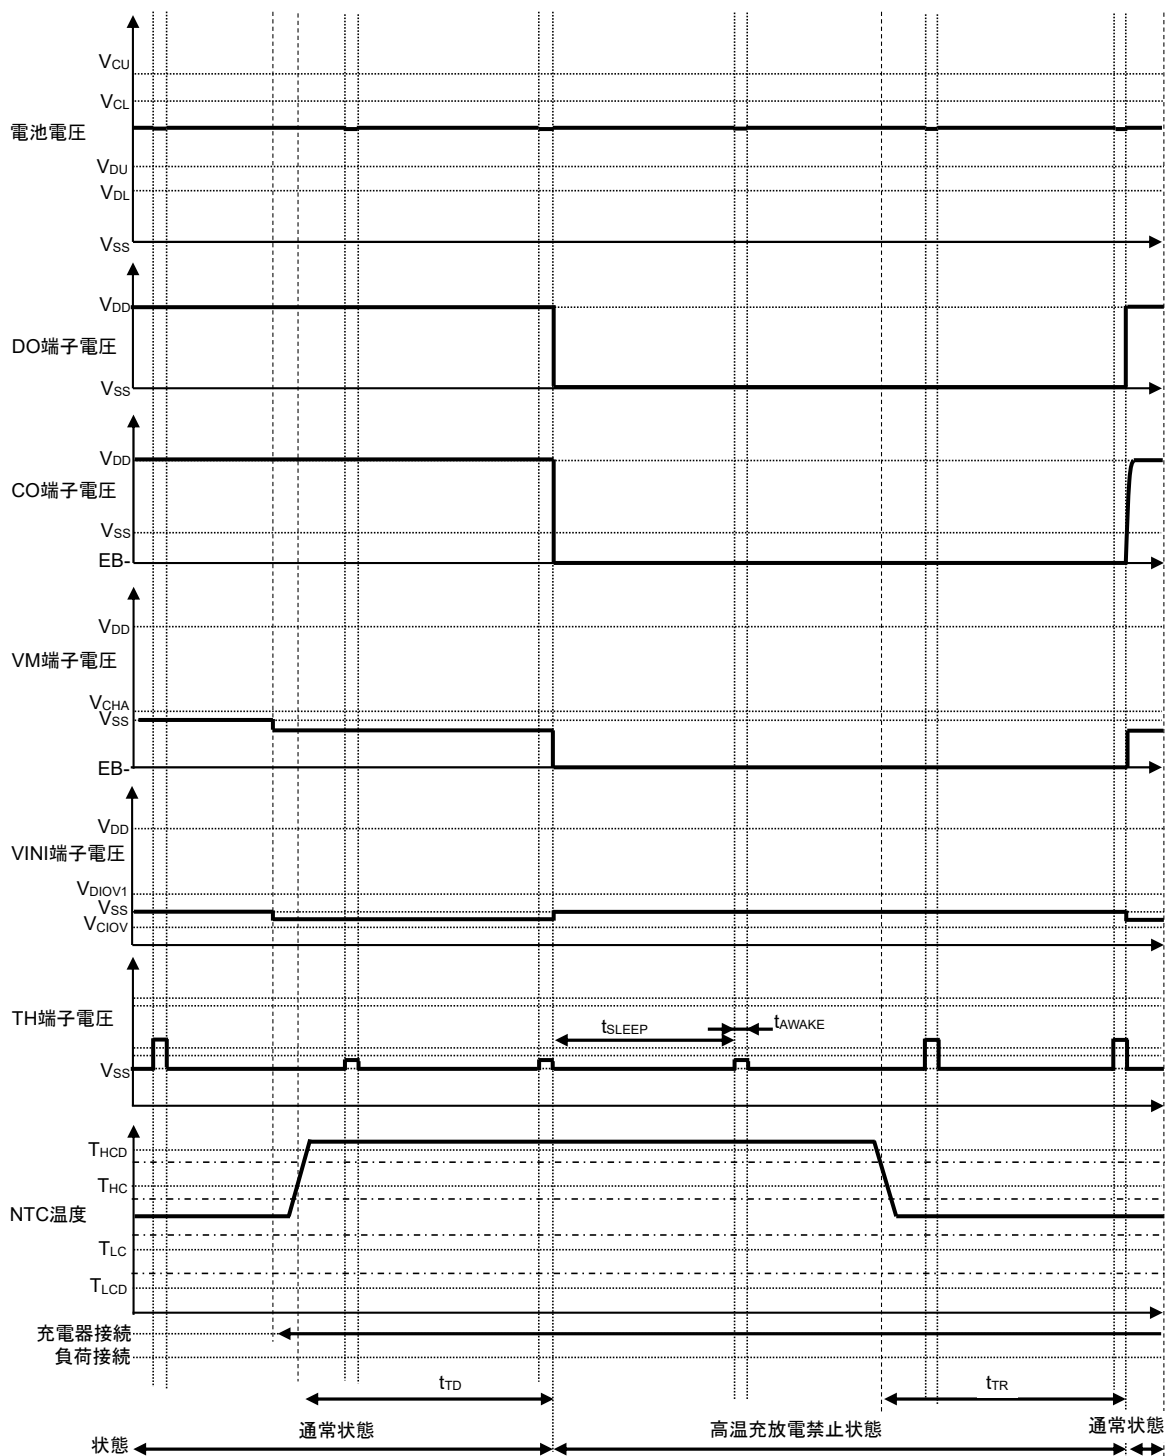

図15
- 備考 1.** 図15は、 $N = 2$ のときに、NTCサーミスタ温度が T_{HC} 以下から T_{HCD} 以上まで変化する場合を示しています。サンプリング時のNTCサーミスタ温度が二回連続で T_{HCD} を越えているため、S-82D1Aシリーズは通常状態から高温充放電禁止状態になります。